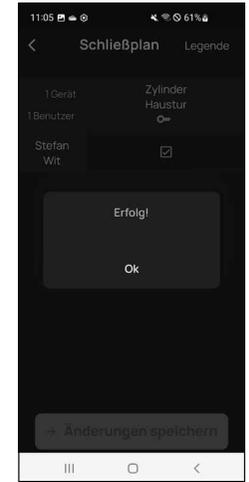

Abb. 6
- Nach einem kurzen Moment erhalten Sie eine Rückmeldung, dass die Daten übertragen wurden. Bestätigen Sie mit „OK“ (Abb. 6).